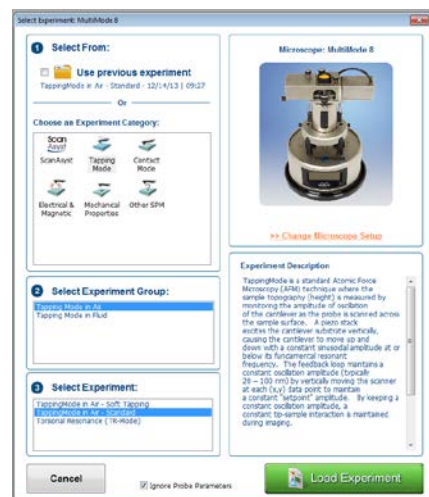
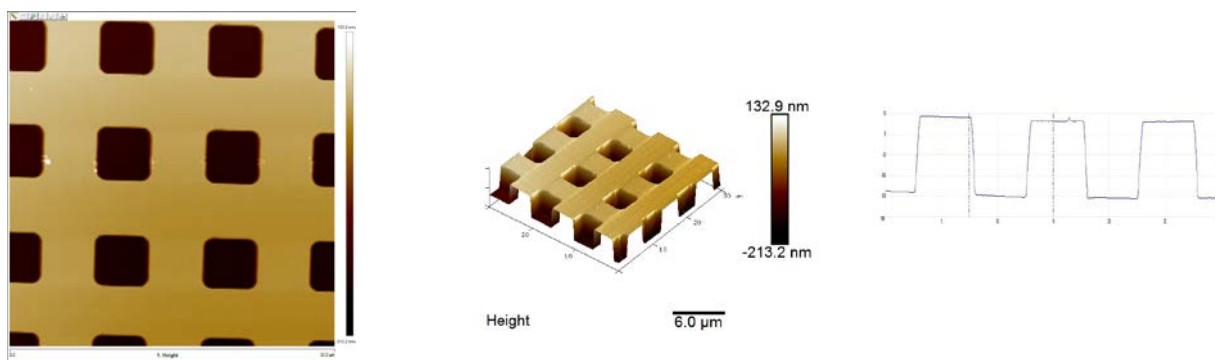

図 3 測定モード選択画面
図 4 測定結果の例 左: 表面図, 中: 3次元図, 右: 断面図
次にソフト面に関してですが、まずアプリケーションソフトを起動すると、図 3 のような画面が立ち上がります。ここでは、自分が測定したいサンプル(液中サンプルも可能)に応じた測定モード(ScanAsyst: 前述の自動パラメータ設定機能, Tapping: 振動するカンチレバー先端の探針でサンプル表面をスキャン, Contact: カンチレバー先端の探針でサンプル表面をスキャン, Electrical&Magnetic: 磁性探針を用いて磁気分布の測定が可能, など。※試料の表面電位計測はオプションで、本学の装置には現在付属しておりません)を選択していきます。図中の①から③の順に設定していけば測定準備はほぼ終了です。測定後の解析ソフトは、これまでと同様、Section, Roughness, 3D など直感的でわかりやすくなっております(測定例: 図 4)。